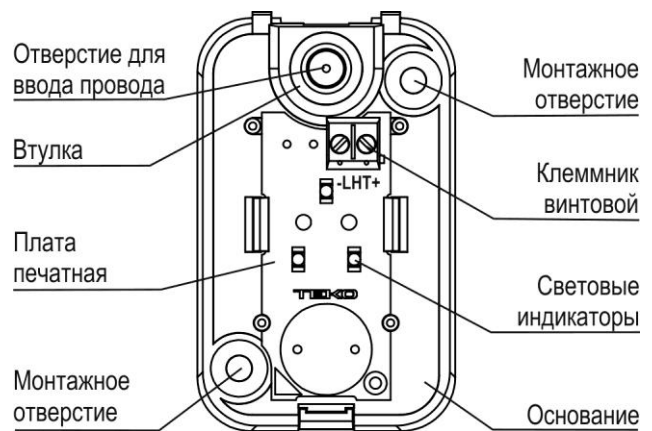

Рисунок 2
Оповещатель состоит из основания, печатной платы с радиоэлементами и крышки (рисунок 2).
- выдавить отверткой в основании оповещателя заглушки выбранных монтажных отверстий (рисунок 2);